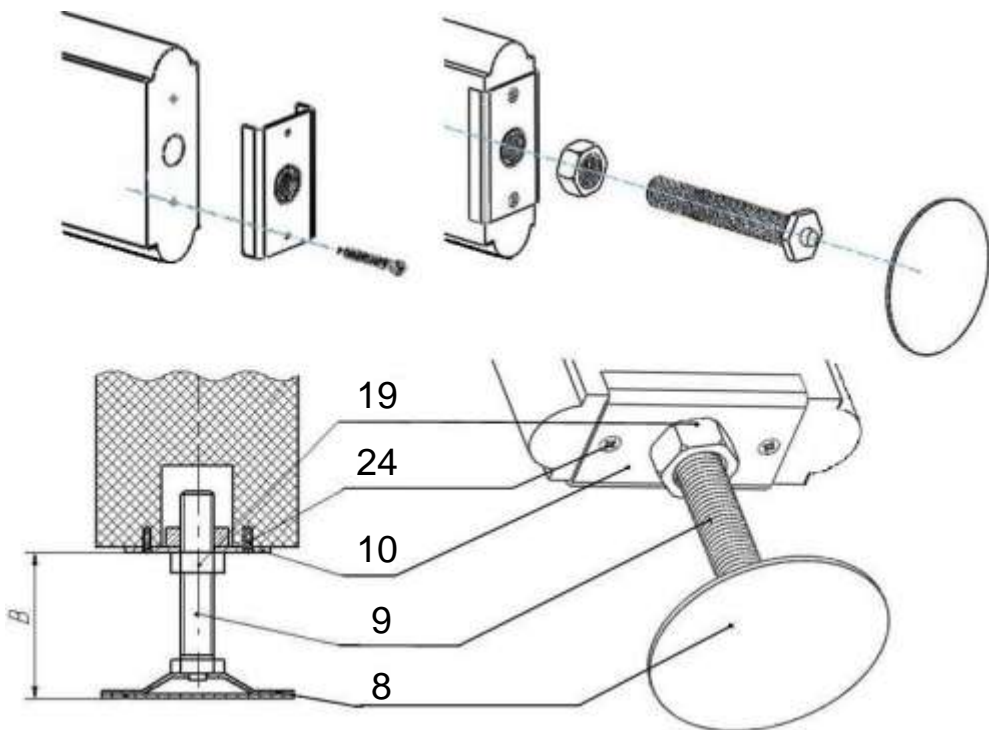

рисунок 3
2) правильность установки винтовых домкратов и размер «В», который не должен превышать 70 мм (рисунок 3).
5.15. Проверить **размер В** (рисунок 3). **ВНИМАНИЕ!**